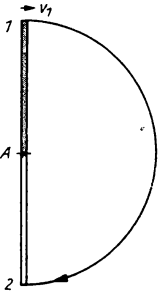

Bild 53
- 3.94** Das freie Ende einer nach Bild 53 drehbar gelagerten Stange (2,5 m lang, Masse 8,2 kg) hat in der angegebenen Lage eine Geschwindigkeit von $1,0 \text{ m s}^{-1}$. Berechnen Sie das Bremsmoment, das notwendig ist, um die Stange nach einer Drehung um 180° in der tiefsten Lage zur Ruhe zu bringen.